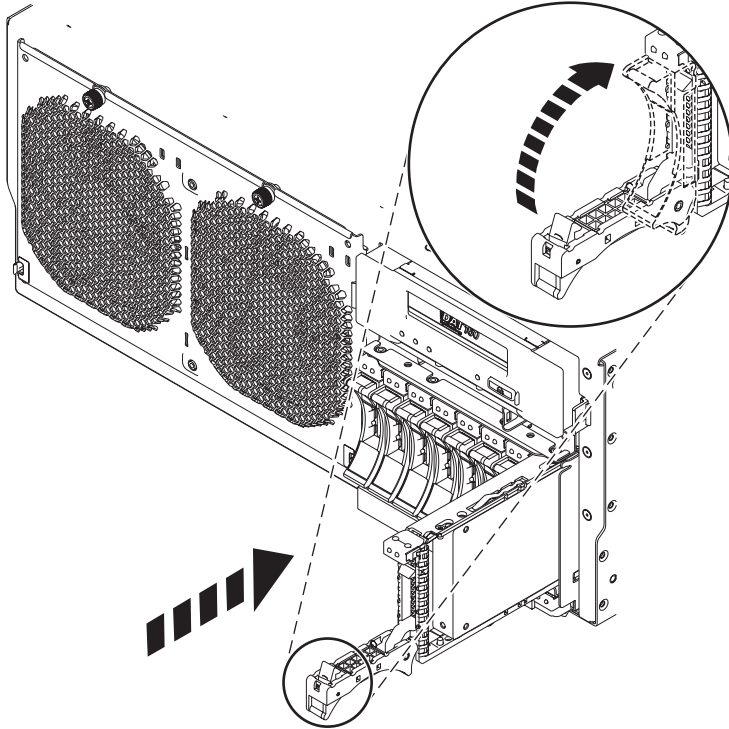

Figure 26. Remplacement d'une unité de disque ou d'une unité SSD dans l'unité centrale
6. Faites glisser complètement l'unité de disque ou l'unité SSD dans l'unité centrale ou dans une unité d'extension, et poussez la poignée de l'unité (A) jusqu'à ce qu'elle s'enclenche, comme indiqué dans la figure 26, à la page 46.